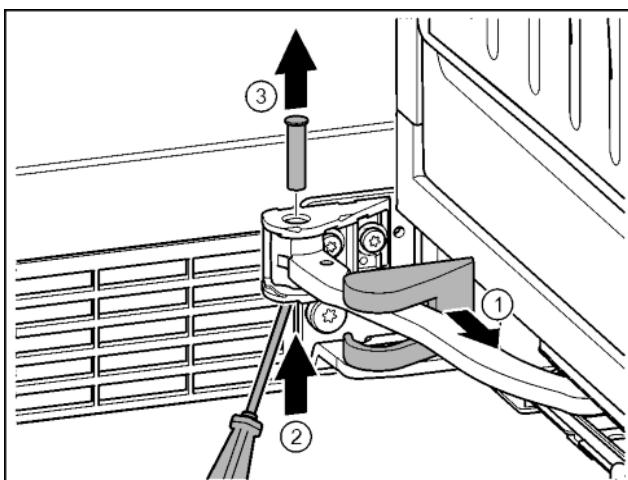

Fig. 19
- Skinite pokrov podloška ležaja i pomaknite ga uzduž zgloba. Fig. 19 (1)
- Prstom ili odvijačem podignite odozgo svornjak. Fig. 19 (2)
- Gurnite odvijač ispod glave svornjaka i izvucite ga. Fig. 19 (3)